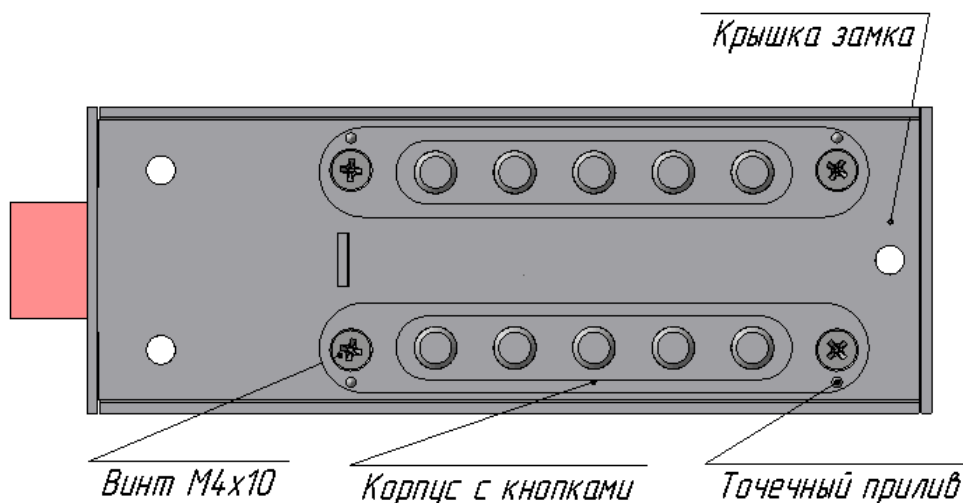

Рис. 3.
5. Откручиваем крестовой отверткой четыре винта М4х10, снимаем два корпуса с кнопками и извлекаем крышку замка, поддев за отверстие отверткой (рис. 3).
13. Помещаем на крышку замка корпуса с кнопками, разместив точечными приливами наружу от оси замка (рис. 3). Закрепляем их с помощью четырех винтов М4х10.